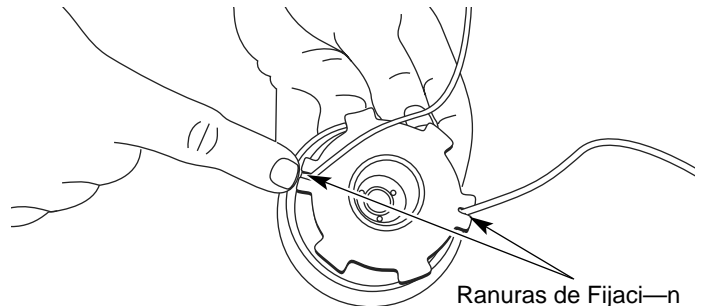

Fig. 19
12. Inserte los extremos de la l'nea en las dos ranuras de fijaci—n (Fig. 19).